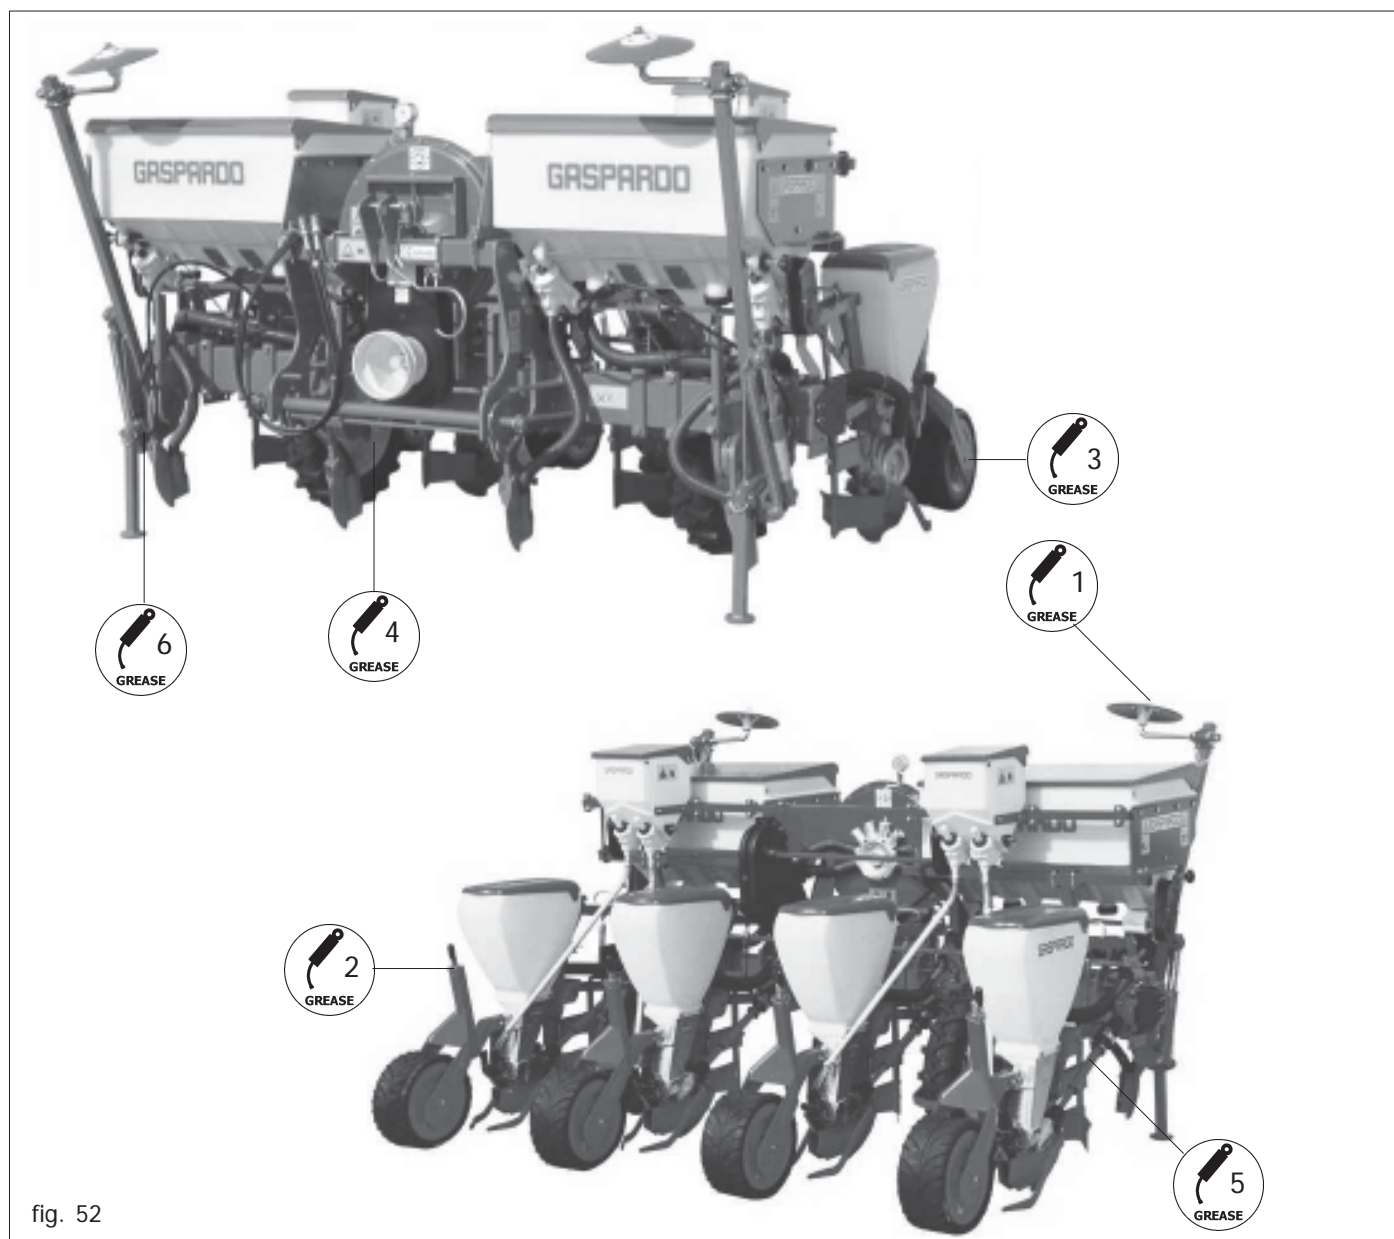

fig. 52
- Engrasar el perno de los discos marcadores de hileras (1 Fig. 52).
- Si están montadas las ruedas en «V» de hierro, engrasar los cubos (3 Fig. 52).
- Engrasar el perno del brazo marcador de hileras (6 Fig. 52).
- Lubricar el tornillo de los reguladores de altura (2 Fig. 52).
- Engrasar los cojinetes oscilantes de las ruedas motrices (4 Fig. 52).
- Engrasar el par cónico de los árboles cardán (5 Fig. 52).